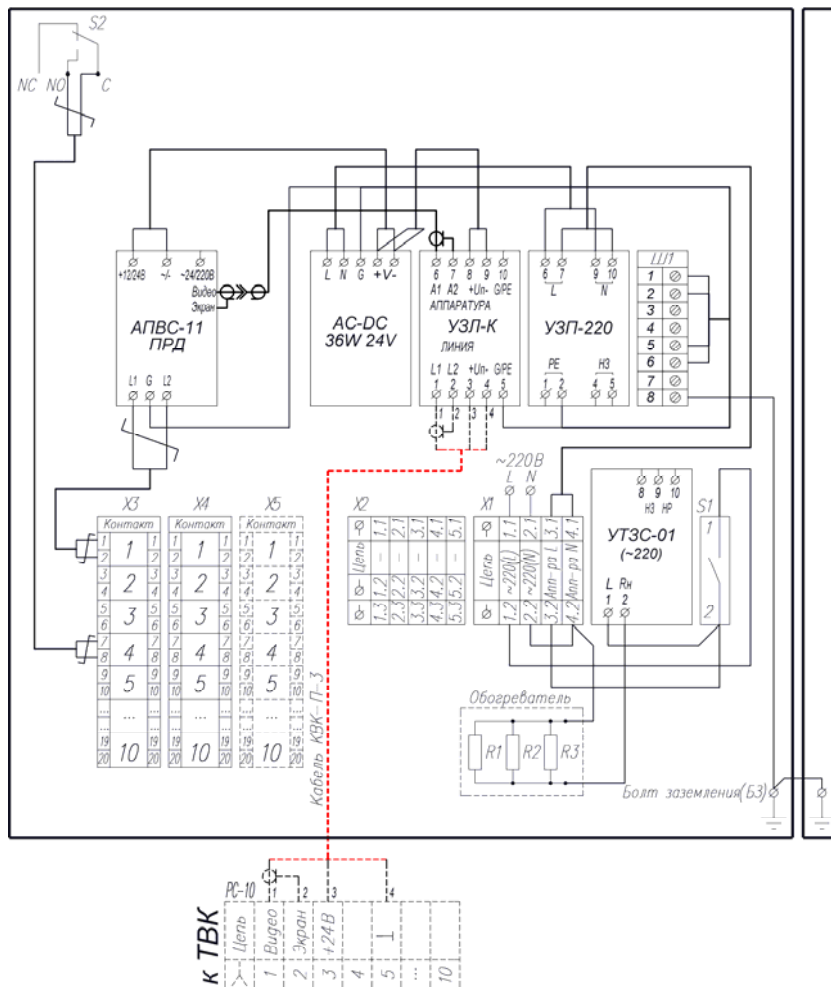

Рис.2 Схема электрическая принципиальная
Подключение цепей термошкафа производится в соответствии со схемой электрической принципиальной (рис.2). Для подключения необходимо:
3. Подключить ТВК (телевизионную видеокамеру) к УЗЛ-К с помощью кабеля КВК-П-3 и разъема РС-10 согласно схеме (рис.2).
5. Подать трехпроводным кабелем напряжение питания 220В AC на клеммы X1, при этом фазный провод (L) соединить с контактом 1.1, нулевой провод (N) с контактом 2.1, а провод заземления соединить с любым свободным контактом шины заземления (Ш1).